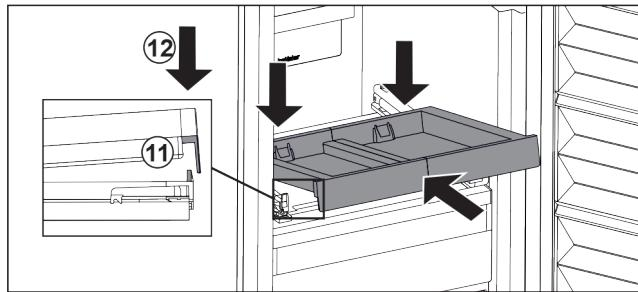

Fig. 98
- ▶ Šikmo zasuňte. Dbejte, aby byl na obou stranách doraz za západkou. Fig. 98 (11)
- ▶ Usaďte vpředu vysouvací přihrádku. Fig. 98 (12)